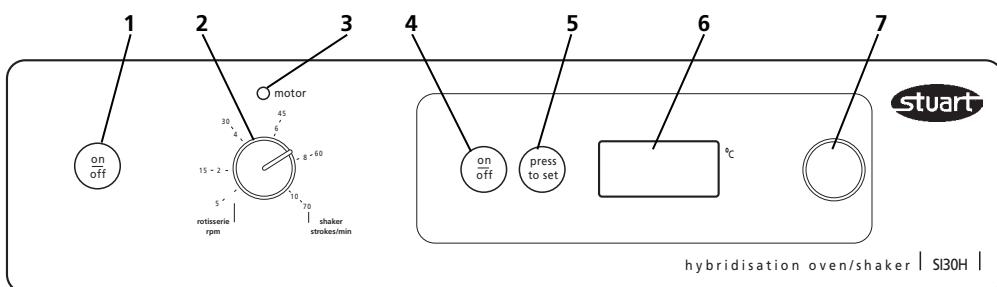

Fig 3: Comandi del pannello frontale
- I comandi di regolazione della temperatura dell'incubatore sono situati sul lato destro del pannello di controllo (numeri 4-7 in Fig. 3).